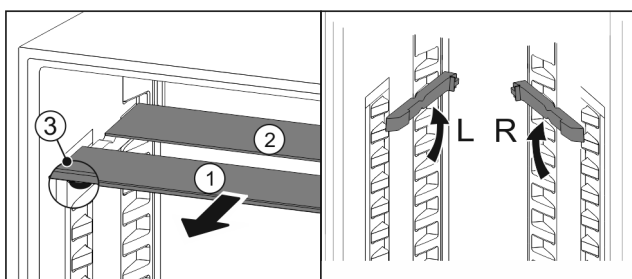

Fig. 79
- Glasplatten einzeln nach vorne herausziehen Fig. 79 (1).
- Glasplatte Fig. 79 (1) mit Zierleiste liegt vorne.
- Stopps Fig. 79 (3) zeigen nach unten.